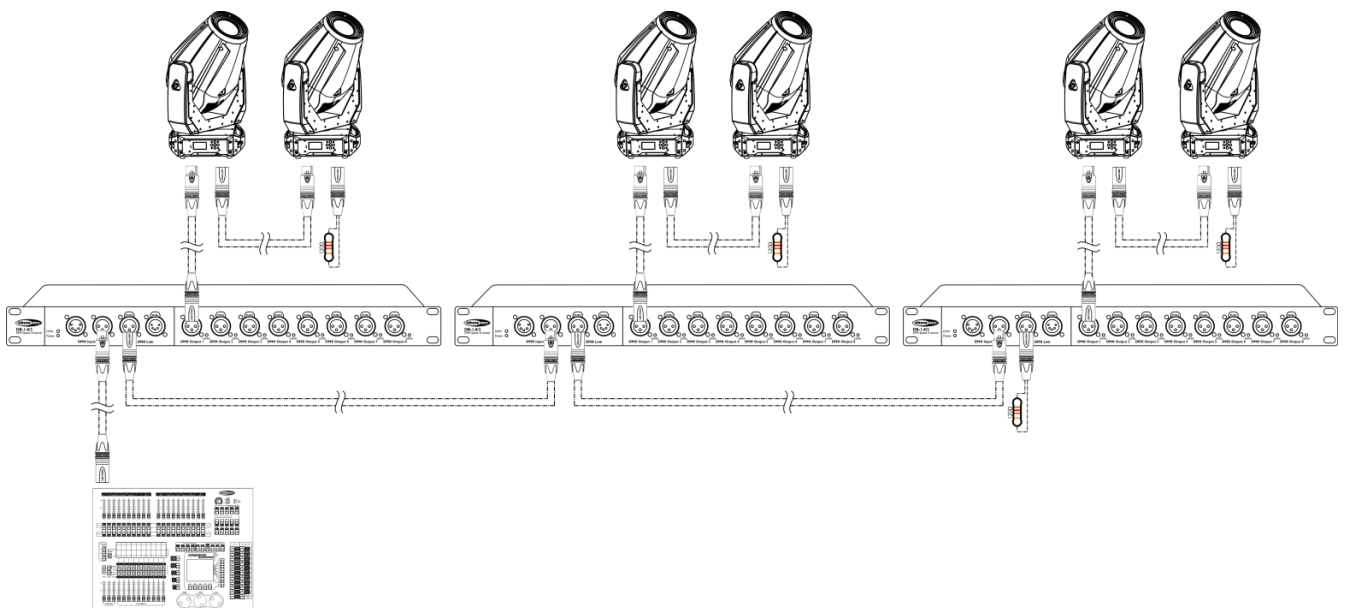

Abb. 03
- 04) Verbinden Sie die Geräte wie in Abb. 03 abgebildet. Schließen Sie den DMX-Link-Anschluss des ersten Geräts mit einem DMX-Datenkabel an den Eingang des zweiten Geräts an. Wiederholen Sie diesen Vorgang, um das zweite, dritte und vierte Gerät ebenfalls zu verbinden.